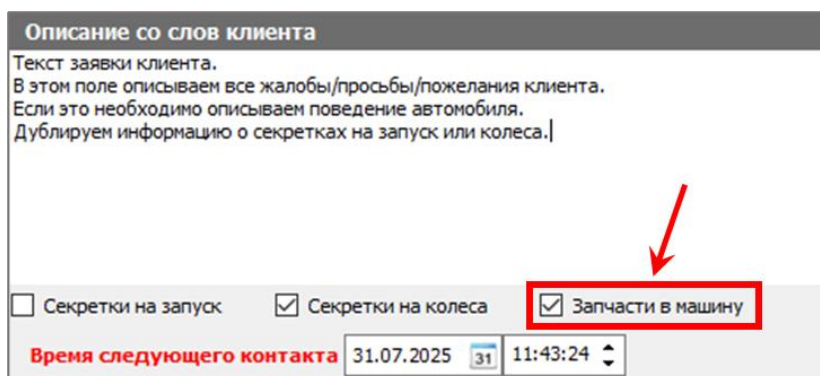

рис. 201
3. Уточните у клиента о необходимости утилизации демонтированных запчастей. Зафиксируйте эту информацию галочкой в чекбоксе **Запчасти в машину** (рис. 201).